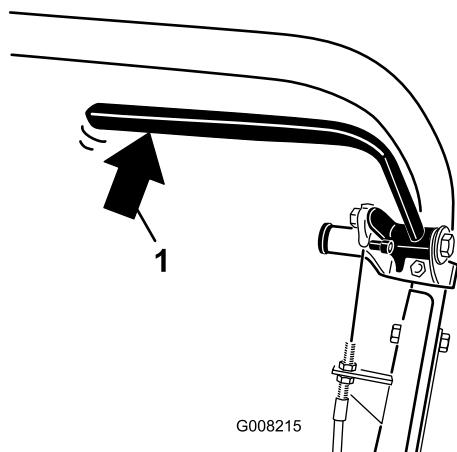

Bild 38
2. Drücken Sie mit einer Federskala rückwärts auf den Betriebsbremshebel (Bild 38). Die Feststellbremse sollte sich bei einer aufgebrachten Kraft von 13,5 kg bis 18 kg lösen. Wenn sich die Feststellbremse löst, bevor eine Kraft von 13,5 kg bis 18 kg aufgebracht wird, muss der Bremszug eingestellt werden.